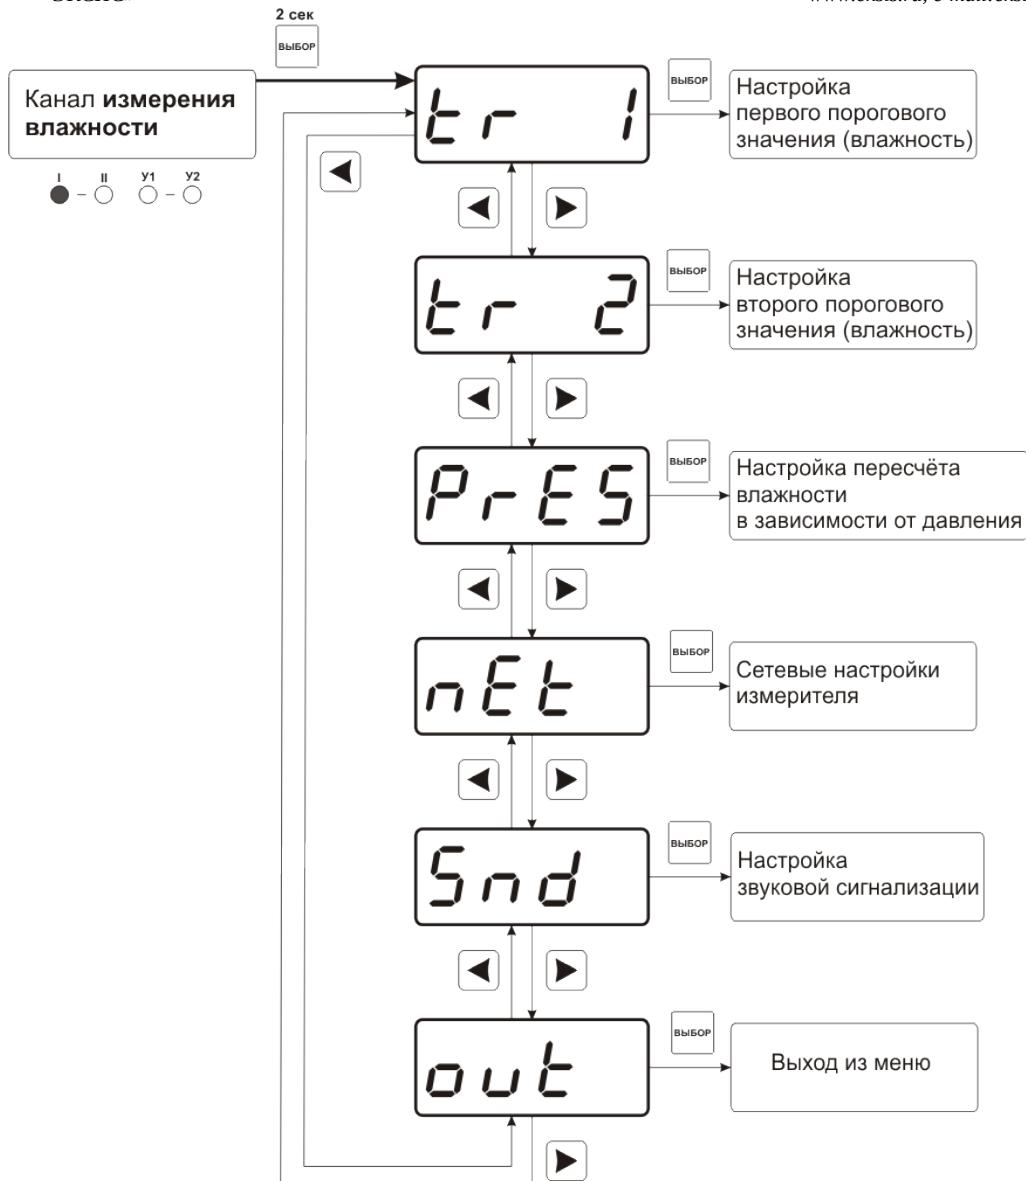

Рисунок 6.18 Настройка канала измерения влажности
6.3.2 Настройка канала измерения влажности включает в себя задание верхнего и нижнего порогов и введение коэффициентов для пересчета влажности с учетом давления. Настройка канала измерения по температуре включает только настройку порогов. Схема настроек канала измерения см. Рисунок 6.18.
Вход в режим настройки требуемых параметров осуществляется в соответствии с Рисунок 6.18. и Рисунок 6.19. Схема меню установки параметров прибора для работы в сети приведена на рисунке (Рисунок 6.36). Настройка требуемого параметра осуществляется в соответствии с таблицей 6.4.